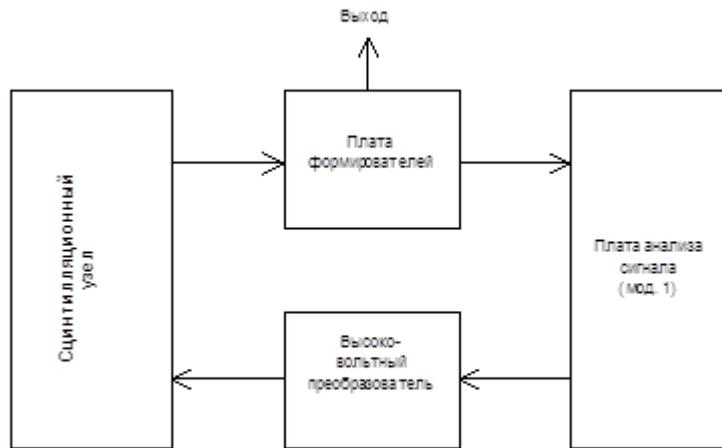

Рис. 4.1.1. Структурная схема блока БД-6-1
4.1. Структурные схемы модификаций блоков детектирования представлены на рис.4.1.1, 4.1.2, 4.1.3 и имеют следующие основные элементы:
4.1.4.1. В модификации БД-6-1 (рис.4.1.1) плата анализа сигнала выполняет функцию автоматической стабилизации режима работы блока детектирования за счет анализа спектра сигнала с выхода ФЭУ. При обнаружении смещения спектра вырабатывается сигнал для изменения напряжения питания ФЭУ и, соответственно, компенсации этого смещения. В связи с этим модификация БД-6-1 обладает минимальной нестабильностью работы.